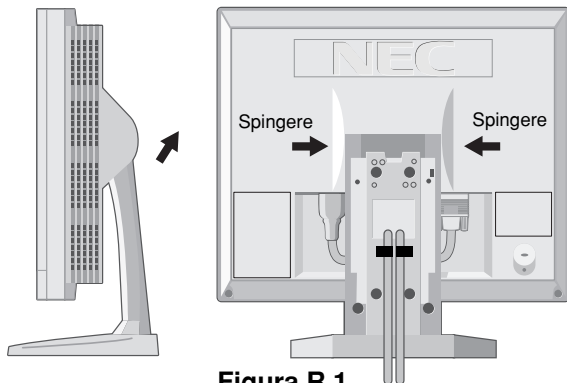

Figura R.1
1. Togliere le coperture connettore, cerniera e cavo (**Figura R.1**).